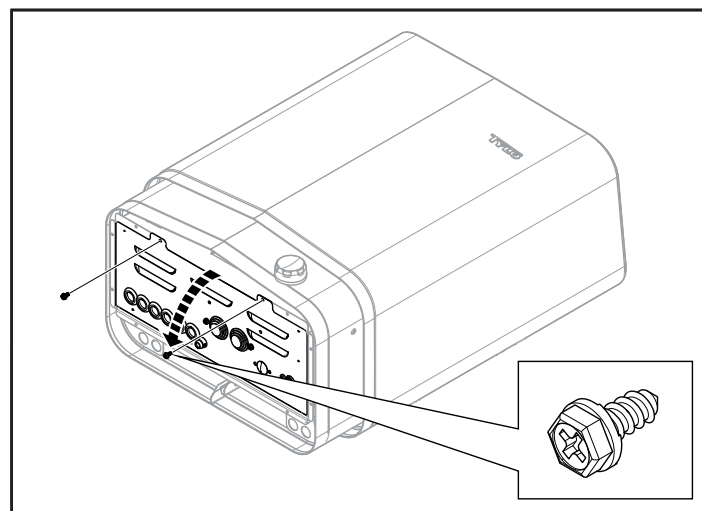

Figure 8 : Ouverture/fermeture du couvercle
2. Desserrez les vis et ouvrez le couvercle (voir figure 8).
7. Fermez le couvercle et serrez les vis (voir figure 8).